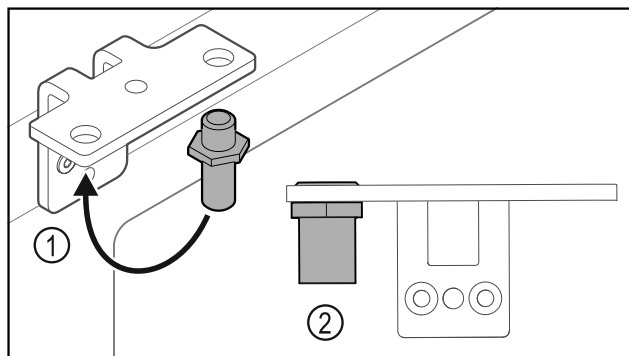

Fig. 30
- ▶ 调换合页角铁中的螺栓 Fig. 30 (1)。
- ▶ 用 12 Nm 的扭矩拧紧螺栓 Fig. 30 (2)。